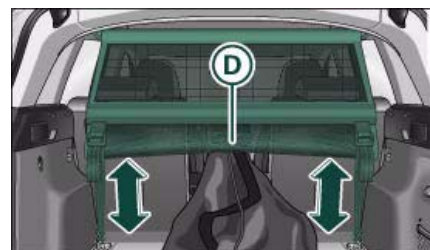

Fig. 89 Detrás del respaldo: Desplazar la red de separación
- Desplace la red de separación hasta colocarla a la altura deseada ⇒ fig. 89 **(D)**.